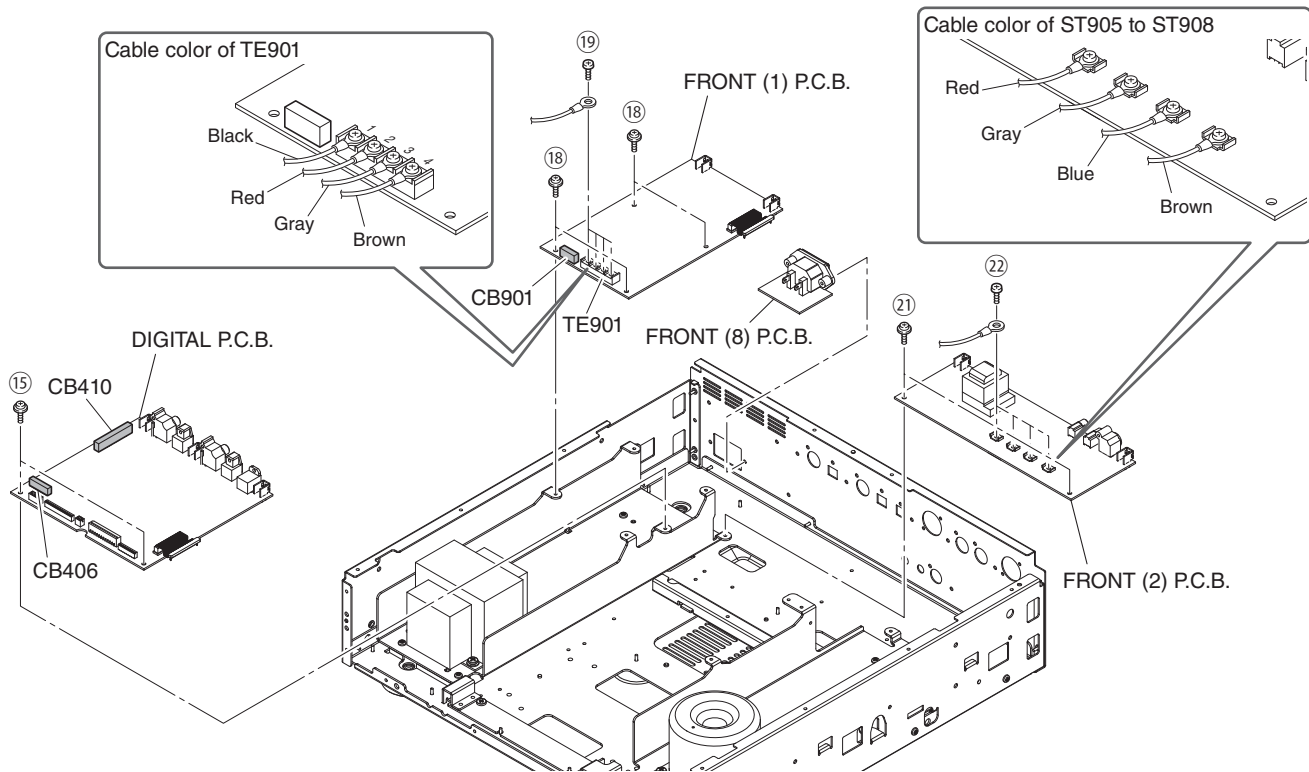

Fig. 8
- Remove 2 screws (15). (Fig. 8)
- Remove CB406 and CB410. (Fig. 8)
- Remove the DIGITAL P.C.B. (Fig. 8)
- Remove 4 screws (18). (Fig. 8)
- Remove 4 screws (19) and disconnect 4 cables. (Fig. 8)
- \* Make sure that all the removed cables are reinstalled at specified positions. (Fig. 8)
- Remove CB901. (Fig. 8)
- Remove the FRONT (1) P.C.B. (Fig. 8)
- Remove 2 screws (21). (Fig. 8)
- Remove 4 screws (22) and disconnect 4 cables. (Fig. 8)
- Remove the FRONT (2) and (8) P.C.B. (Fig. 8)
- ⑮のネジ2本を外します。(Fig. 8)
- CB406、CB410を外します。(Fig. 8)
- DIGITAL P.C.B.を外します。(Fig. 8)
- ⑱のネジ4本を外します。(Fig. 8)
- ⑲のネジ4本を外し、ケーブル4本を外します。(Fig. 8)
- ※ 取り外したケーブルはすべて決められた位置に取り付けてください。(Fig. 8)
- CB901を外します。(Fig. 8)
- FRONT (1) P.C.B.を外します。(Fig. 8)
- ㉑のネジ2本を外します。(Fig. 8)
- ㉒のネジ4本を外し、ケーブル4本を外します。(Fig. 8)
- FRONT (2)、(8) P.C.B.を外します。(Fig. 8)